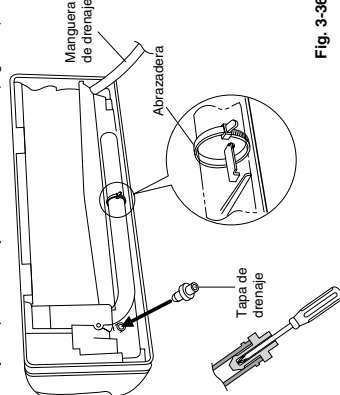

Fig. 3-36
- (d) Coloque la manguera de drenaje en el lado izquierdo y la tapa de drenaje en el lado derecho. (Fig. 3-36)